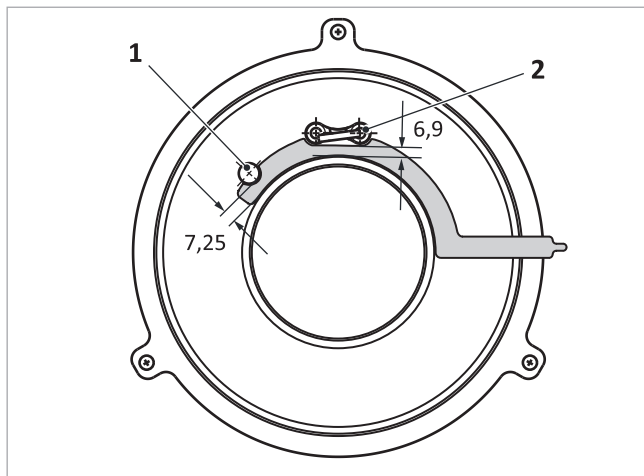

Fig. 143: Distancias entre los electrodos de ionización y de encendido y el quemador piloto
- Electrodo de ionización → fig. 143 (1): 7,25 mm
- Electrodo de encendido → fig. 143 (2): 6,9 mm